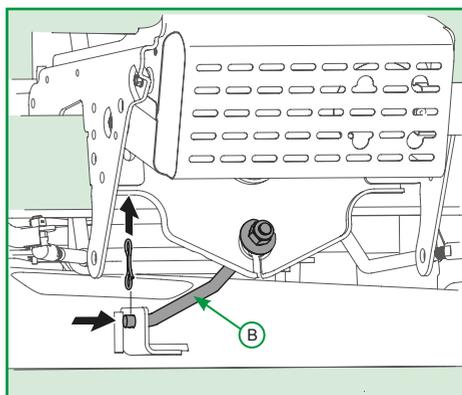

Figura 7
6. Cuidadosamente, ajuste la plataforma de corte deslizándola para fijación del asta (B) en el soporte del tractor encajándola y prendiendo con una presilla, conforme Figura 7;